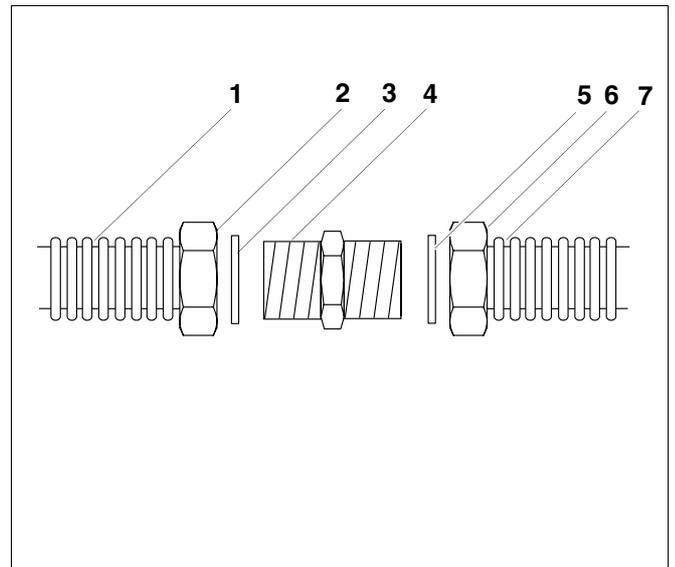

Fig. 10 Rallonger le flexible en inox
Le flexible en inox peut être rallongé si nécessaire à l'aide d'un embout double R1 (fig. 10, **pos. 4**).
- Placez les joints (fig. 10, **pos. 3 et 5**) dans les écrous-raccords pré-montés Rp1 (fig. 10, **pos. 2 et 6**).
- Vissez les extrémités des flexibles en inox (fig. 10, **pos. 1 et 7**) avec les écrous-raccords pré-montés Rp1 (fig. 10, **pos. 2 et 6**) sur les filetages R1 de l'embout double R1 (fig. 10, **pos. 4**).